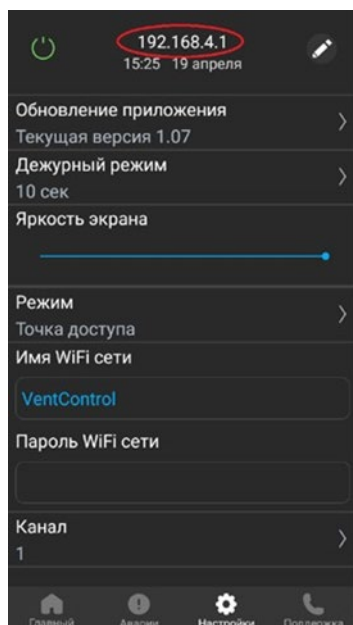
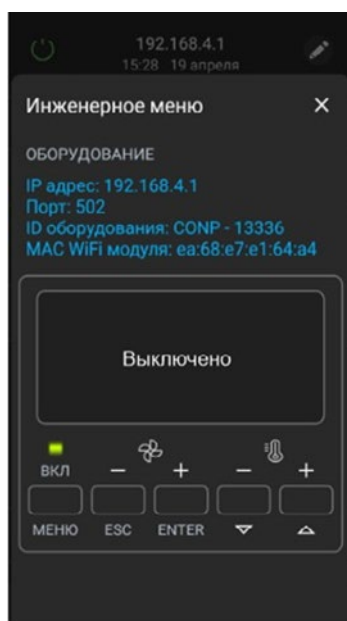

Рис.21
Рис.22
1. Перейдите во вкладку «НАСТРОЙКИ» на экране панели, затем нажмите (в течение 3-х секунд) на название «Текущая версия» в верхней части экрана (см. рис.21, отмечено красным) – осуществится переход в «ИНЖЕНЕРНОЕ МЕНЮ» (см. рис.22). На экране будет написано «Выключено».